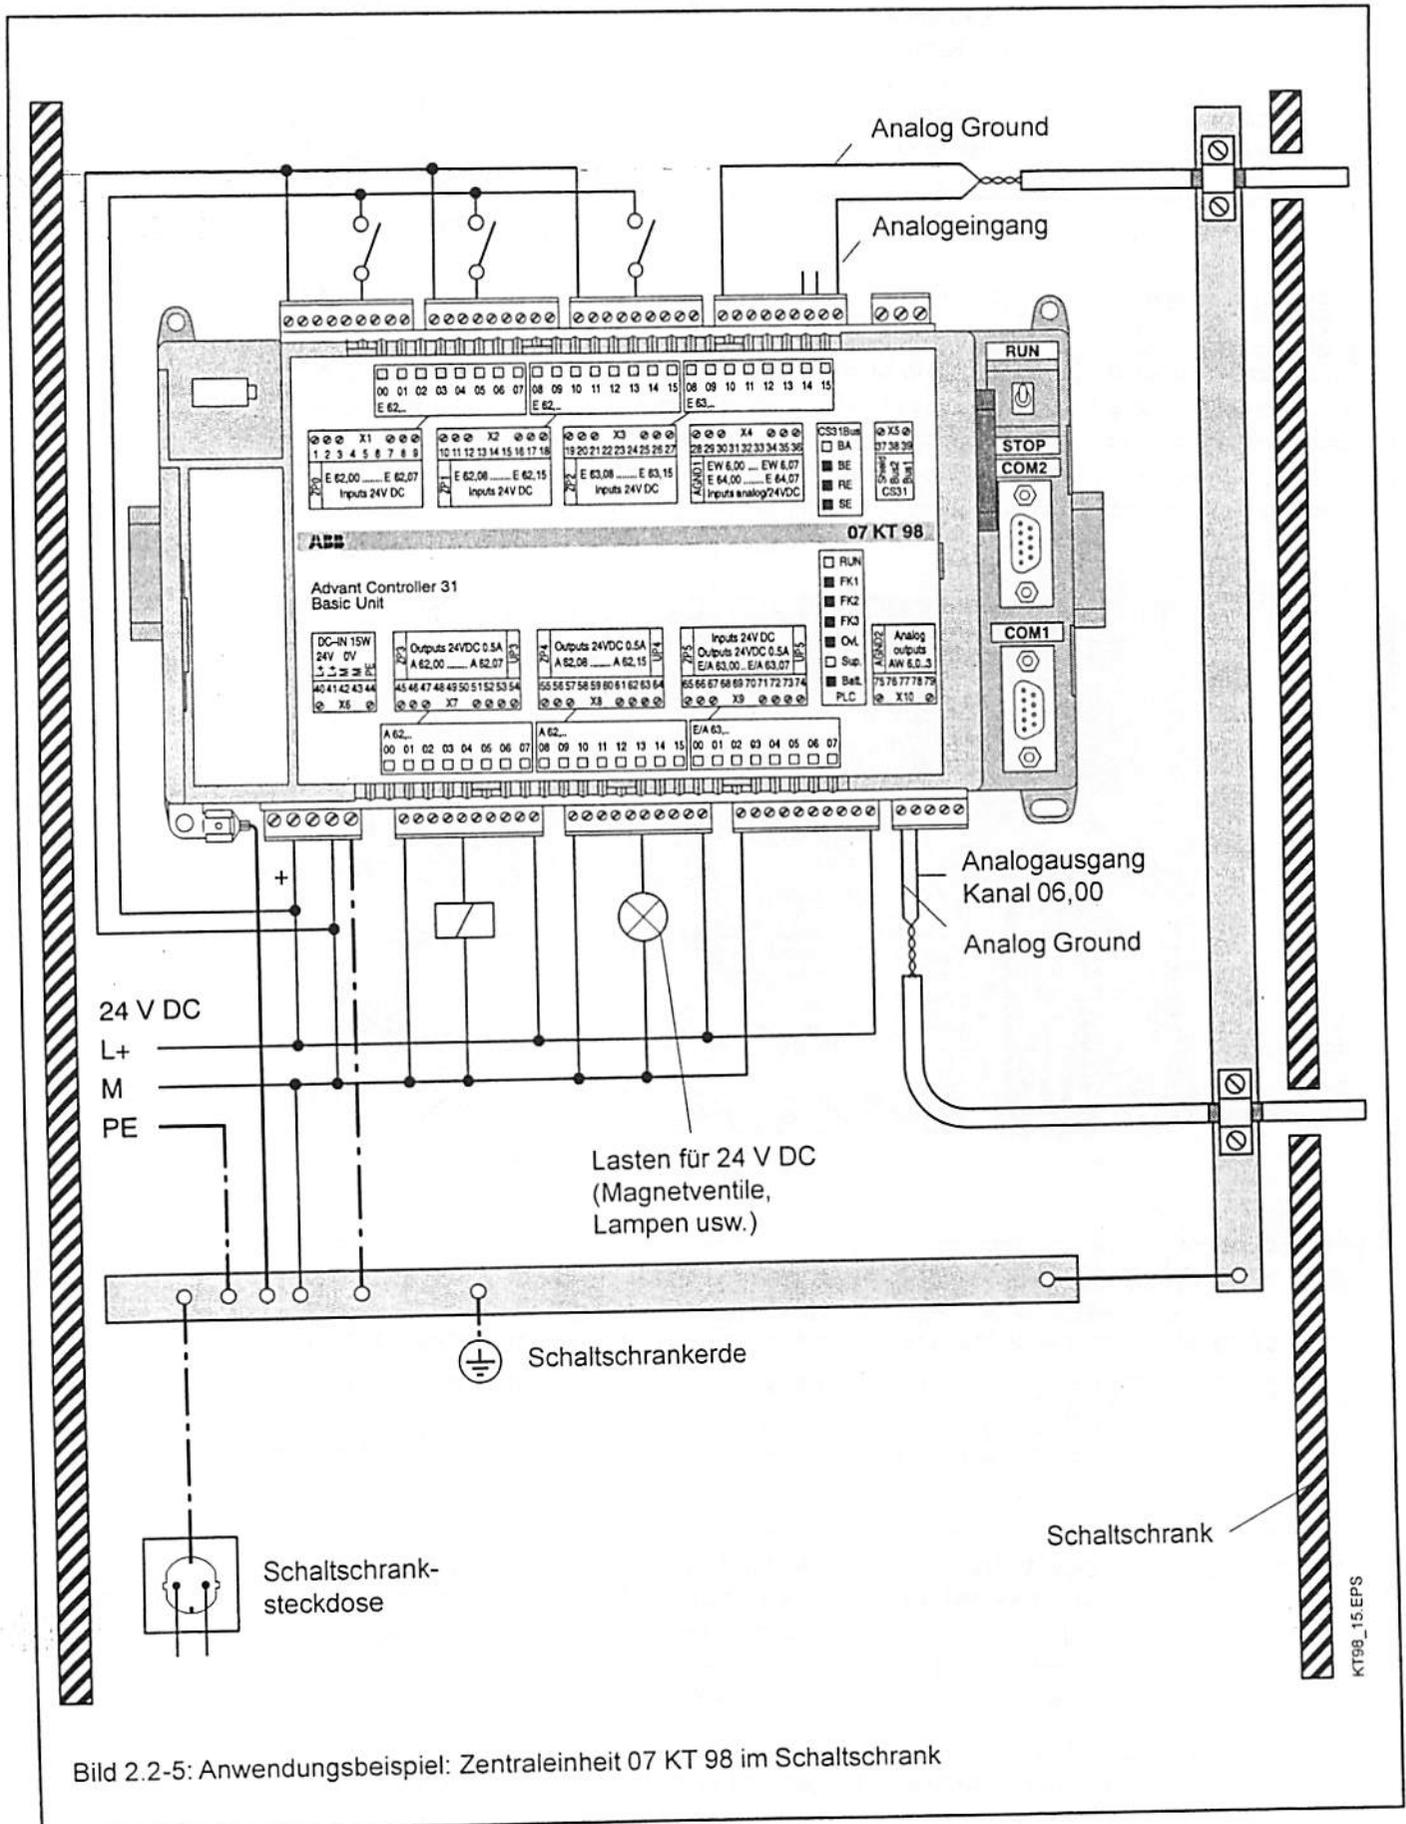

Bild 2.2-5: Anwendungsbeispiel: Zentraleinheit 07 KT 98 im Schaltschrank
- Analoge Signalleitungen werden in abgeschirmten Kabeln geführt (siehe Bild 2.2-5).